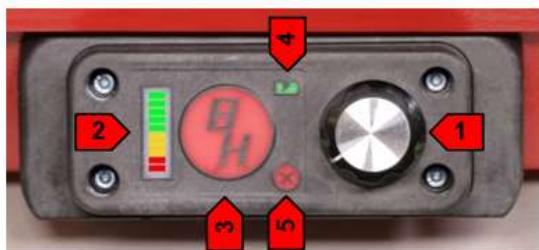
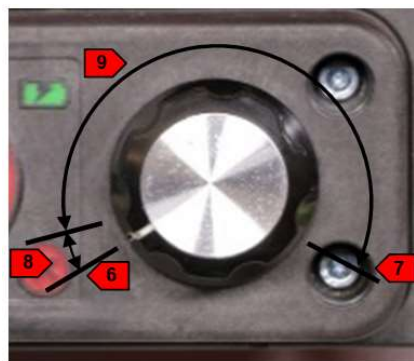

Fig.1
Fig.2
La LED verte (FIG.2 (4)) allumée en continu indique que le ventilateur fonctionne en mode batterie.
Tournez le bouton d'alimentation (Figure 1 (1)) dans le sens des aiguilles d'une montre jusqu'à ce qu'il s'enclenche. Le bouton d'alimentation est maintenant en position zéro (Figure 2 (8)). L'affichage d'état BH (Figure 1 (3)) s'allume en rouge et le projecteur clignote.
L'affichage d'erreur rouge (Figure 1 (5)) s'allume pour signaler un problème avec la batterie. Le ventilateur peut cependant toujours être utilisé en le branchant sur une prise 230 V (sauf si le BMS est défectueux).
Si le bouton d'alimentation (Figure 2 (1)) est en position zéro ou dans la zone de régulation de la vitesse, la batterie n'est pas en cours de charge et le moteur du ventilateur est alimenté directement par le raccordement au secteur 230 V. L'affichage d'état BH est allumé. Le ventilateur peut fonctionner aussi longtemps que nécessaire grâce à l'alimentation 230 V.